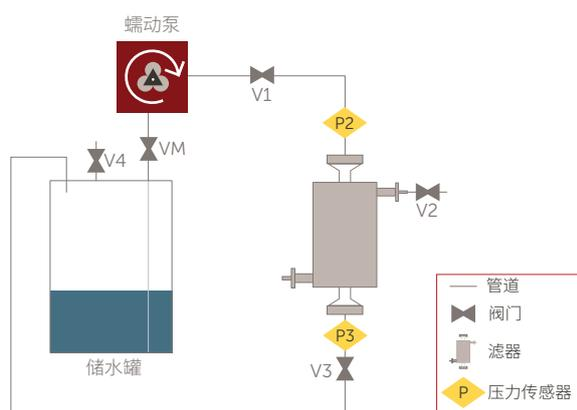

图 5. 恒流润湿系统示意图。
1. 确保系统的设置方式与如图 5 所示的恒流系统类似，并确保在开始测试之前关闭所有阀门（VM、V1、V2、V3 和 V4）。